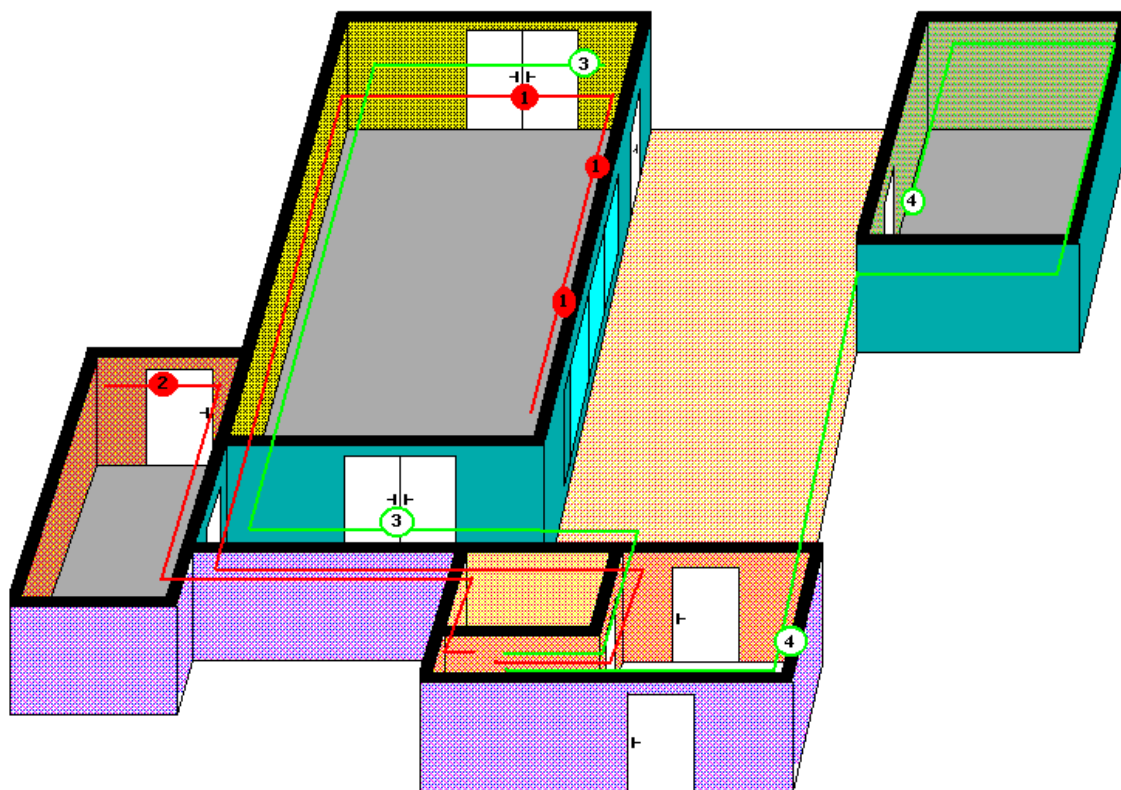

Рисунок 25
- схема – графическая схема зоны с отображением текущего состояния ШС (рисунок 25).